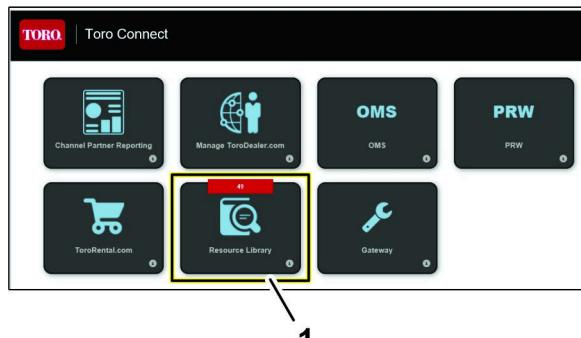

Figura 14
1. Vaya a la página web Toro Connect (Figura 14).
2. Haga clic con el botón izquierdo en el ícono Biblioteca de recursos (Figura 14).